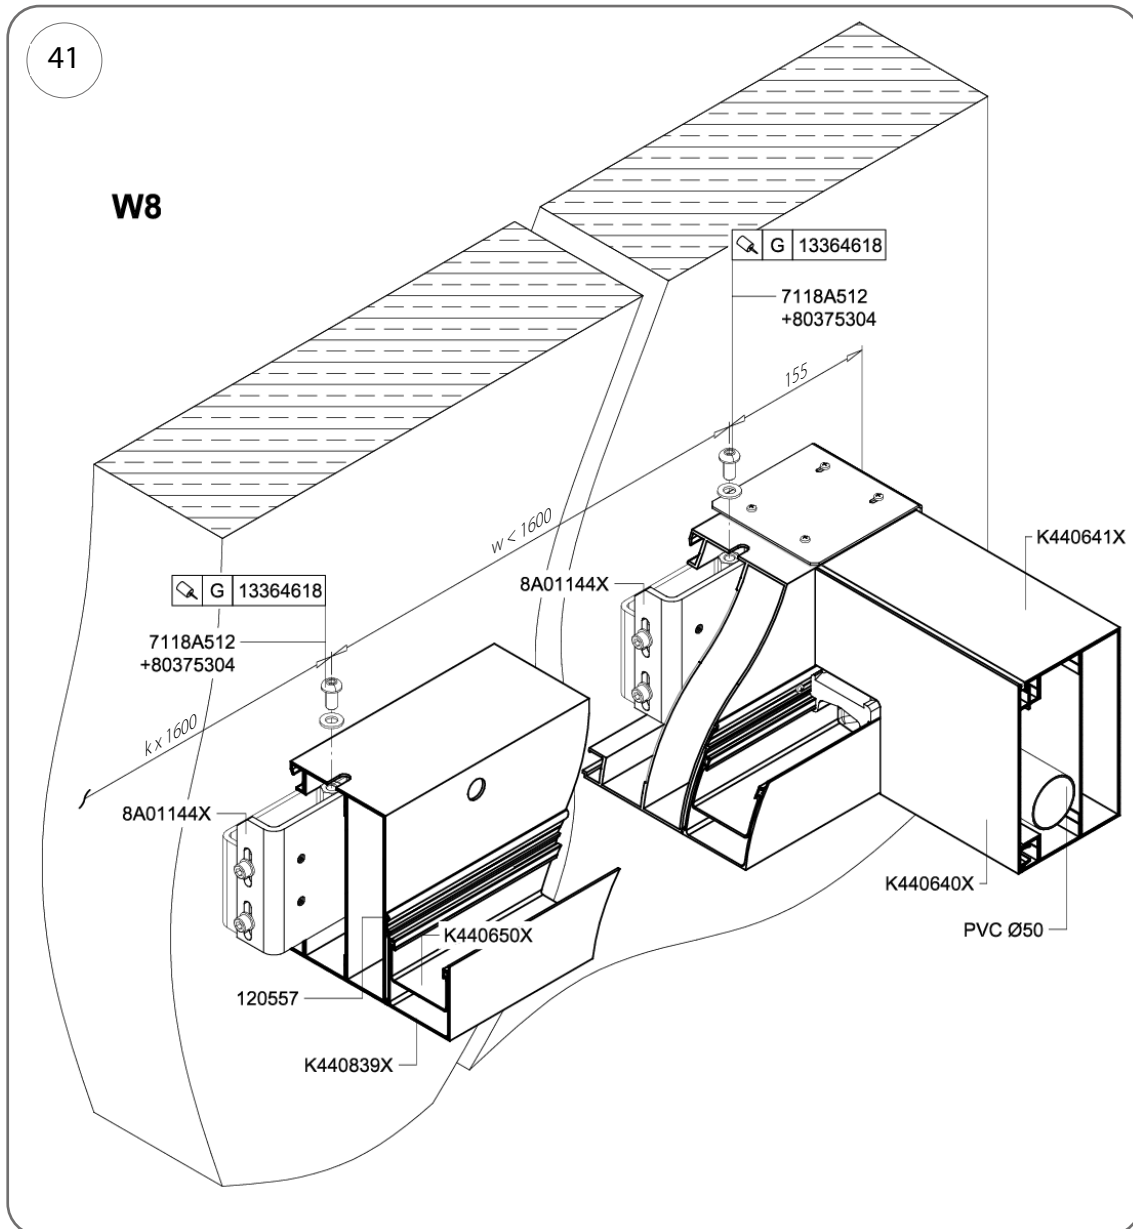

Fig. 41
2. Tracciare sulla parete i punti corrispondenti ai fori oblunghi praticati nella superficie superiore della trave a muro come mostrato in Fig. 41; i fori esterni devono trovarsi a 155 mm dalle estremità delle travi e la distanza tra le staffe intermedie non deve superare i 1600 mm.